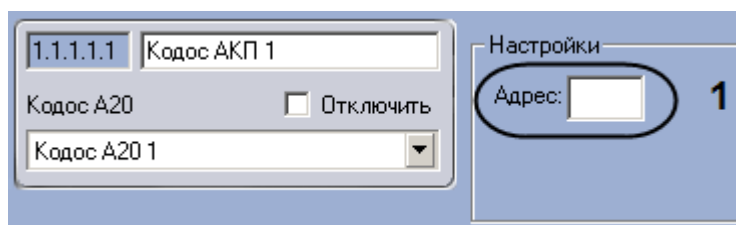

Рис. 3.6—23 Настройка адресного кодонаборного пульта
2. Ввести аппаратный адрес подключения адресного кодонаборного пульта в поле **Адрес** (см. Рис. 3.6—23, 1).